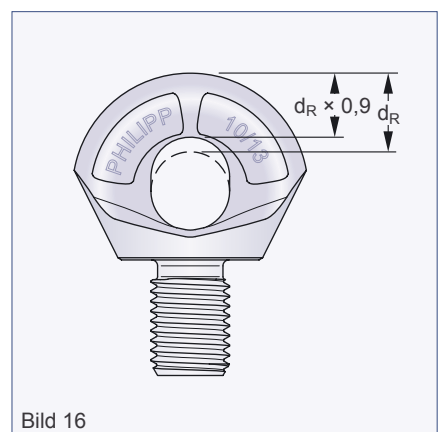

Bild 16
- Verschleiß des Ringzapfens (Tabelle 8, Bild 16)
Des Weiteren ist bei der Überprüfung ebenfalls auf das Verhältnis des Ringzapfendurchmessers zu achten (siehe Bild 16). Die Ablegereife hierfür ist erreicht, wenn das Ringglied eine Verjüngung von 10% aufweist (siehe Bild 16 und Tabelle 8).